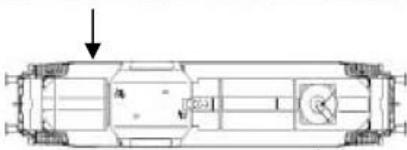

Abb. 2 Absperrhahn Hauptluftbehälter
3.2.2 Abgerüstet: Die pneumatische Bremse wird durch das Öffnen des Absperrhahns Hauptluftbehälter, siehe Kugelhahn 1 in Abb. 2, unterhalb des Längsträgers auf der linken Fahrzeugseite entlüftet .